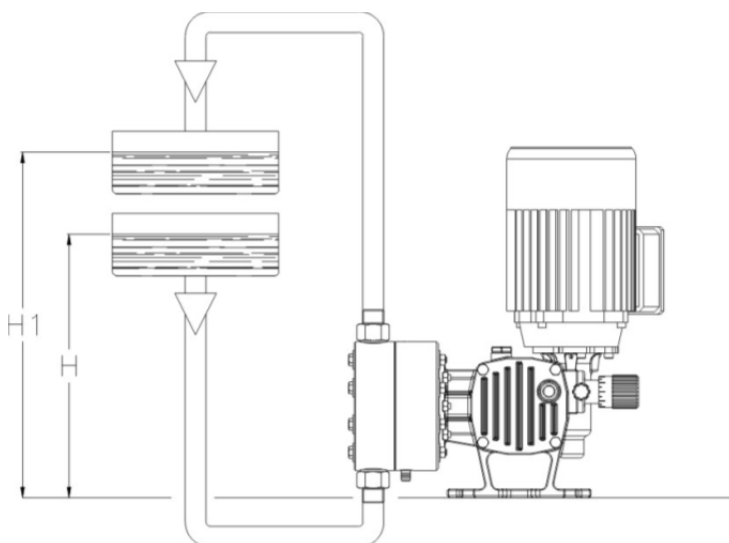

Рис. 6 – идеальный вариант установки
- Уровень забор реагента (Н – Рис. 6)
- Уровень сброса реагента (Н1 – Рис. 6)